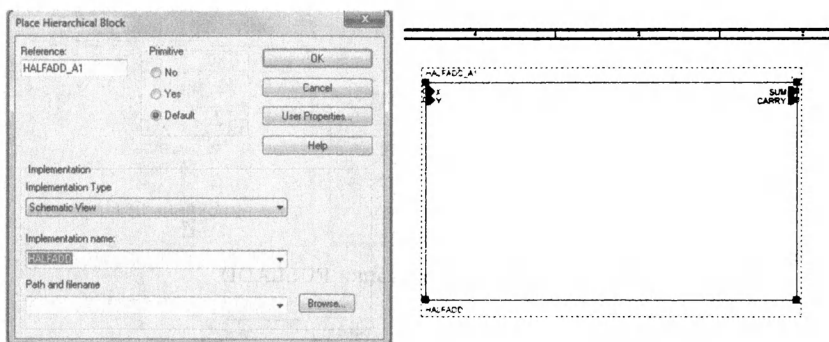

Рис. 18.10. Создание иерархического блока
9. В диалоговом окне Place Hierarchical Block укажите ссылку на HALFADD.A1 (рис. 18.10).